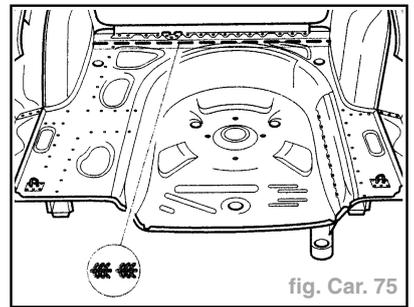

fig. Car. 75
- Souder la ligne de découpe, cordon plein sous atmosphère inerte discontinu (fig. Car. 75).